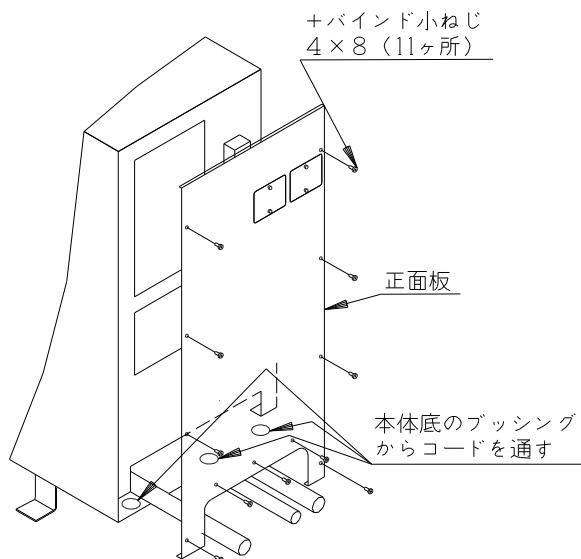

図5-1 正面板取り外し
- ① 正面板を11本のねじを外して取り外す。（図5-1）
- ② 単相100Vと三相200Vの電源ケーブルと循環ポンプ電源ケーブルおよび塩素注入器ケーブルを本体底のブッシングに通す。